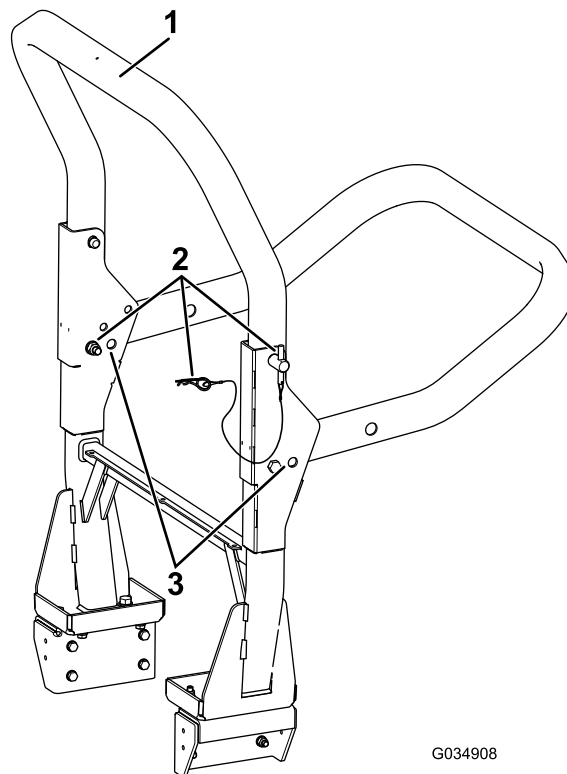

Figura 34
2. Apoye el peso de la estructura superior mientras retira los clips en R y los pasadores de los soportes de pivote (Figura 34).